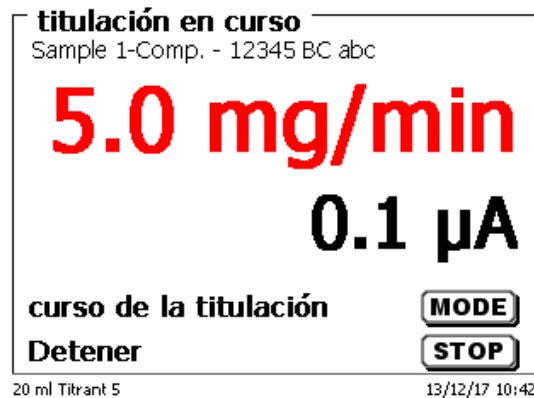

Fig. 76
- la deriva con el valor medido en μA (Fig. 76),